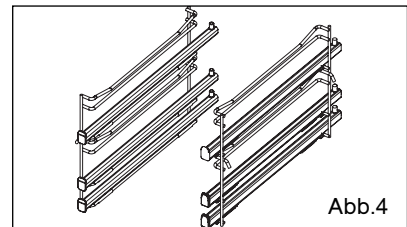

Abb.4
• Halterung des herausgezogenen Gerichts (Abb.4)